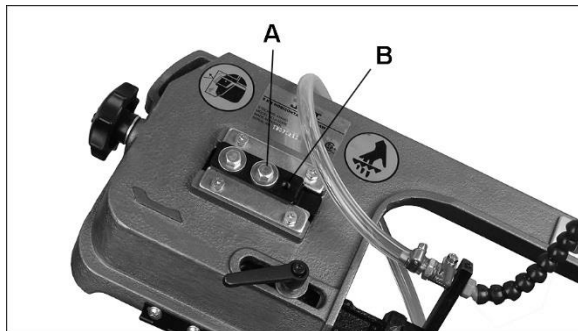

Figura 18: Mecanismo de posicionamiento de la hoja
5. Vea la *Figura 18*. Use una llave para aflojar el perno A, un poco.
9. A medida que ajusta la hoja hacia el reborde, inserte una tira de papel entre la hoja y la rueda según se muestra en la *Figura 18* al comienzo de la página siguiente.